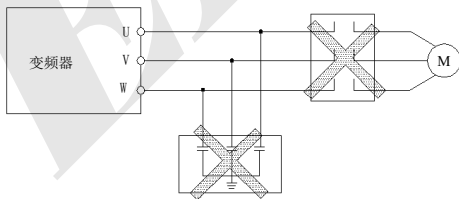

图 3-3 变频器与电机之间禁止使用接触器和吸收电容
- (1) 接线前，确保已完全切断电源 10 分钟以上，否则有触电危险。
- (2) 严禁将电源线与变频器的输出端 U、V、W 连接。
- (3) 变频器本身机内存在漏电流，中大功率变频器整机的漏电流大于 5mA，为保证安全，变频器和电机必须安全接地，接地线一般线径为 3.5mm² 以上铜线，接地电阻小于 10Ω。
- (4) 变频器出厂前已通过耐压试验，用户不可再对变频器进行耐压试验。
- (5) 变频器与电机之间不可加装电磁接触器和吸收电容或其它阻容吸收装置，如图 3-3。
- (6) 为提供输入侧过电流保护和停电维护的方便，变频器应通过中间继电器与电源相连。
- (7) 继电器输入及输出回路的接线 (X1、X2、FWD、REV)，应选用 0.75mm² 以上的绞合线或屏蔽线，屏蔽层一端悬空另一端与变频器的接地端子  相连，接线长度小于 20m。